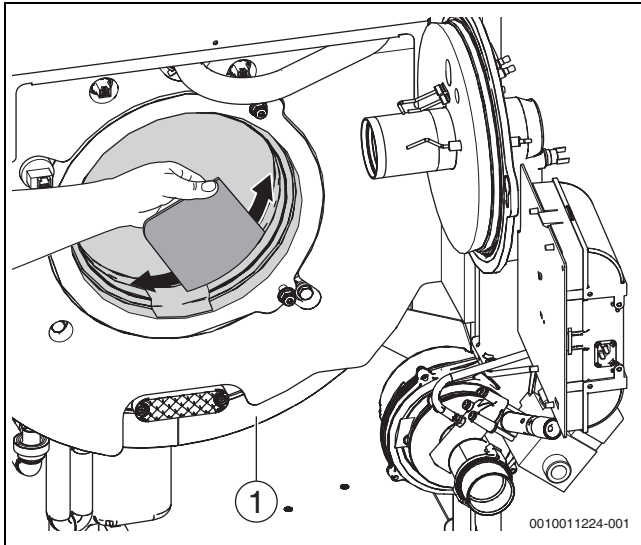
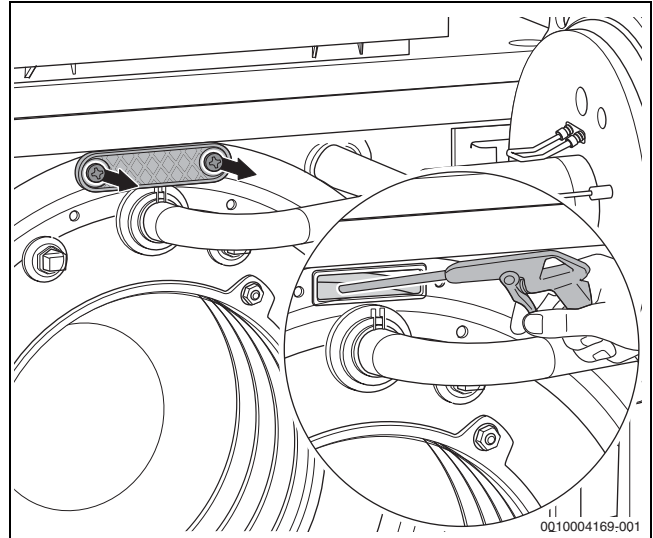

Bild 76 Heizgasspalte mit Reinigungsspachtel reinigen
Bild 77 Wärmetauscher mit Sprühlanze reinigen
- ▶ Reinigungsdeckel (→ Bild 76, Seite 48, [1] und Bild 77) abnehmen.
- ▶ Lose Partikel mit Wasser (z. B. Sprühlanze) aus Feuerraum und Abgasmantel spülen (→ Bild 77).
- ▶ Heizgasspalte mit Reinigungsspachtel reinigen (→ Bild 76, Seite 48).